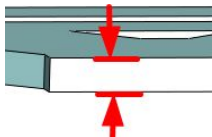

图 4-83 填充边界的深度
(2)  **【输入支撑区域的深度】**: 填充边界的深度, 如图 4-83 所示。